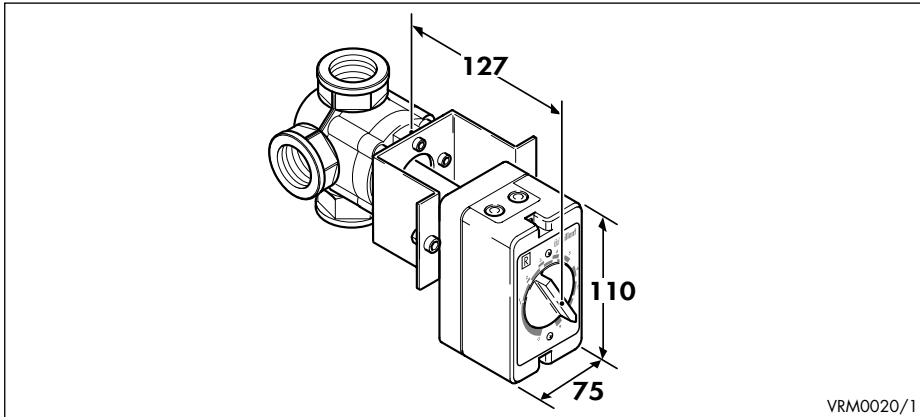

Abb. 4.1: Abmessungen
4.1 Abmessungen/Einbauort (Abb. 4.1)